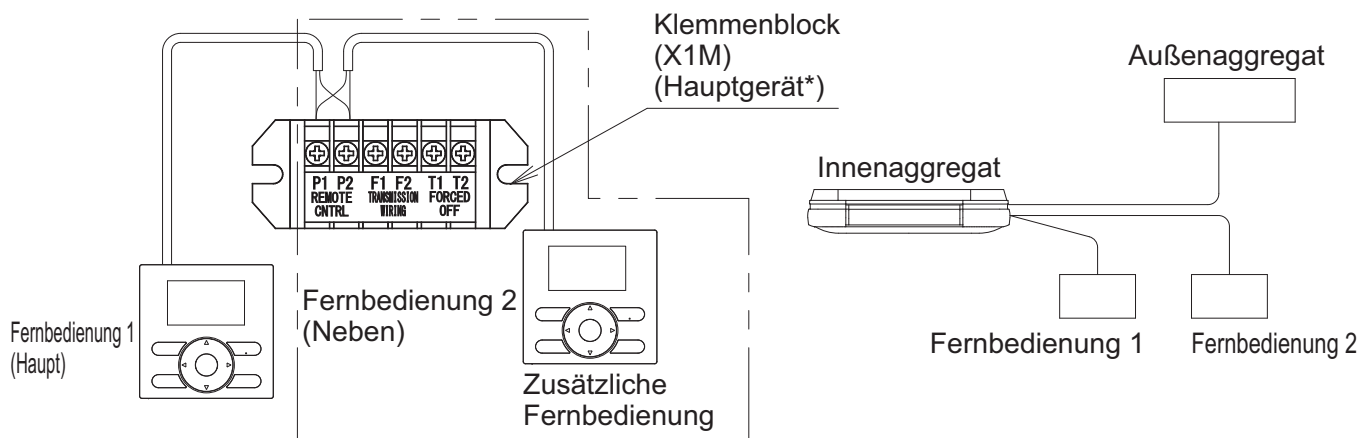

Abb. 46
- (1) Entfernen Sie die Schaltkastenabdeckung wie im Abschnitt "8-3 VERKABELUNGSMETHODE" angegeben.
- (2) Verlegen Sie zusätzliche Kabel von der Fernbedienung 2 (Neben-Gerät) zu den Anschlüssen (P1·P2) für die Fernbedienungsverkabelung an der Anschlussleiste (X1M) im Schaltkasten. (Es gibt keine Polarität.) **(Siehe Abb. 46)**